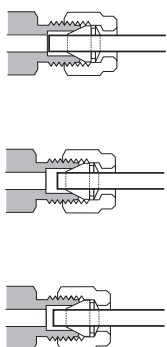

Figura 57. Conexão concluída
- 10 As conexões acopladas de forma correta e incorreta são mostradas na **Figura 57**. Observe que a extremidade da tubulação em uma conexão corretamente acoplada não é esmagada e não interfere com a ação das anilhas.